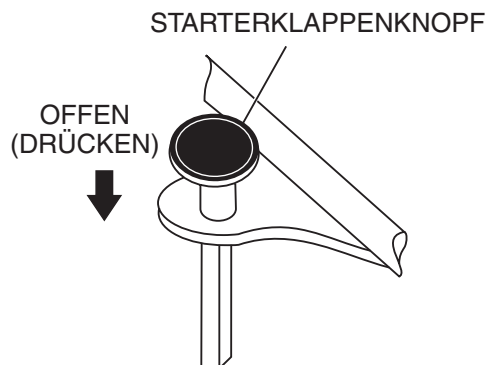

Abbildung 14. Starterklappenknopf (offene Position)
7. Wenn der Motor gestartet ist und sich aufgewärmt hat, den Starterklappenhebel (Abbildung 14) auf die Position **OFFEN** zurückstellen.